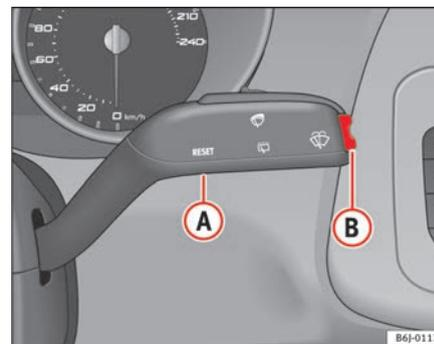

Fig. 32 Alavanca do limpador e lava-vidros: botão A e interruptor basculante B
- Para mudar de uma memória para a outra, premir brevemente o botão ⇒ página 57, fig. 32 **A** na alavanca do limpa-vidros, com a ignição ligada.